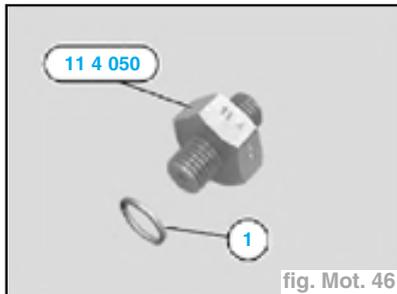

fig. Mot. 46
- le reniflard (1) du tube ondulé (2) (fig. Mot. 46),
- l'outil 11 4 050 avec un joint (1) (fig. Mot. 46),